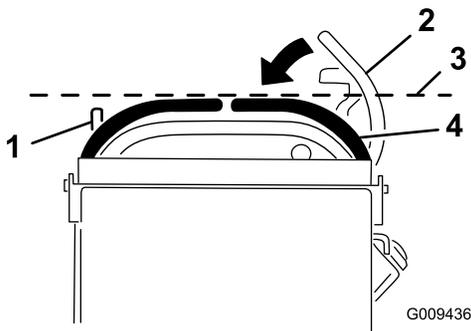

Рисунок 73
3. Нажмите вниз рычаги управления движением, чтобы вывести их из НЕЙТРАЛЬНОГО ФИКСИРОВАННОГО положения (Рисунок 73).
4. Проверьте, выровнен ли правый рычаг управления движением по горизонтали относительно левого рычага управления движением (Рисунок 73).